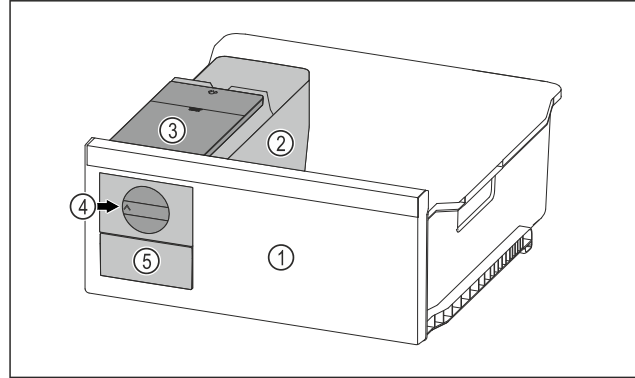

Fig. 97 Ілюстративне зображення
- ▶ Поворотну ручку Fig. 97 (4) повернути за годинниковою стрілкою до упору.
- ▷ Кубики льоду випадають із ванночки для кубиків льоду у висувний ящик для кубиків льоду Fig. 97 (5). Якщо не всі кубики льоду виймаються з ванночки для кубиків льоду: